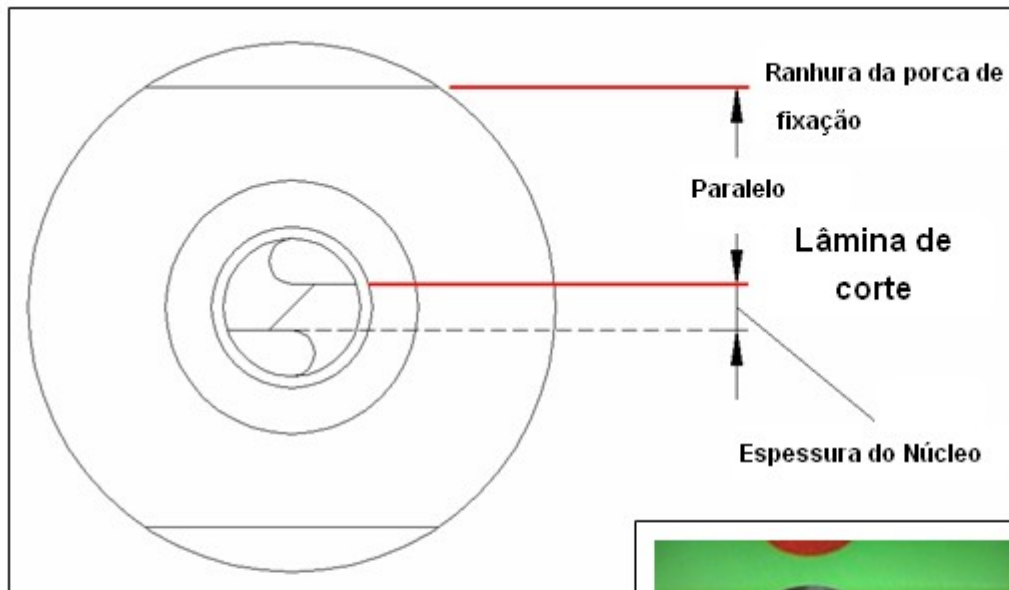
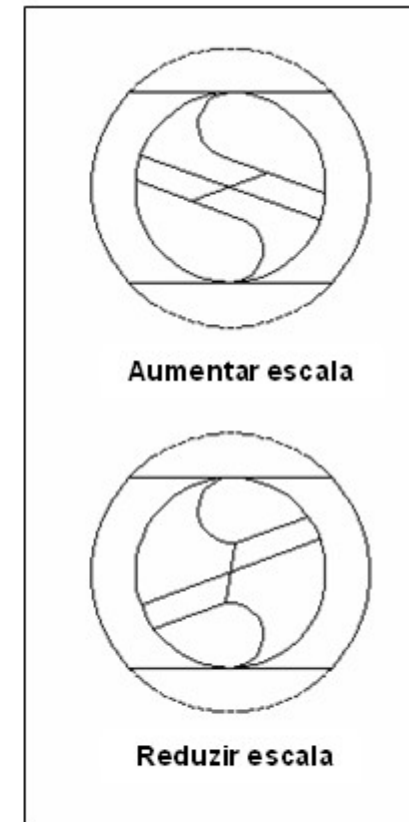

Figura 4-5
Figura 4-6
2. Ajuste: Posicione a escala conforme o número de diâmetro da broca. Se o comprimento da broca for mais curto, aumente a escala até que lâmina de corte esteja paralela à ranhura da porca de fixação conforme mostra o desenho. (Figura 4-5)
- ※ Retire o conjunto de fixação, e certifique-se de que a lâmina de corte esteja paralela à ranhura da porca de fixação (Veja Figura 4-5). Se não estiver, reajuste decidindo se deve aumentar ou reduzir o número na escala (Veja Figura 4-6).